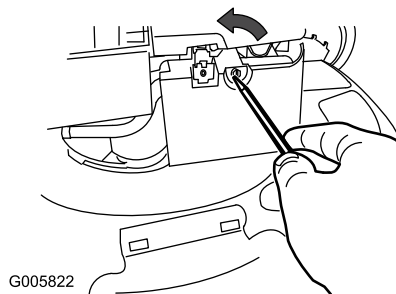

Figura 19
1. Aprite il coperchio del filtro dell'aria con un cacciavite (Figura 19).